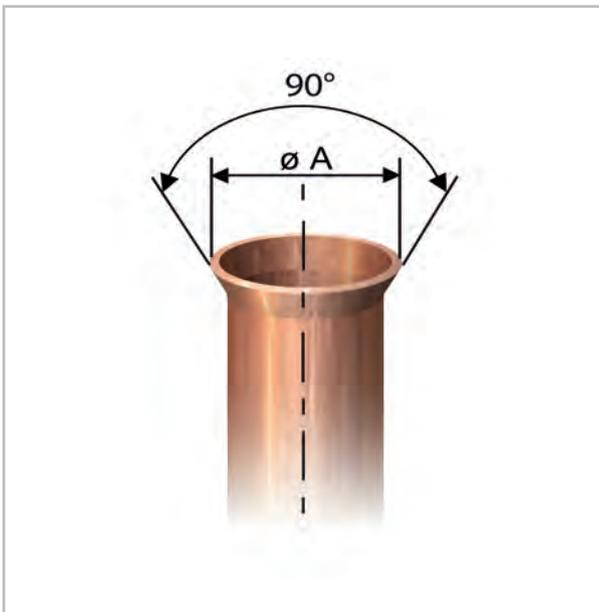

Abb. 31: Korrekte Bördelform
9. ➤ Überprüfen Sie, ob der Bördel eine korrekte Form aufweist (Abb. 31).